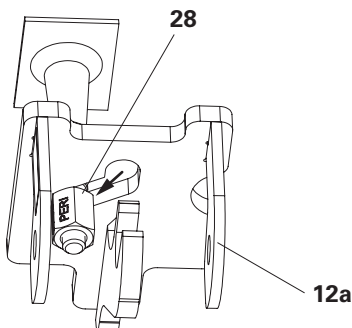

Fig. A5.12b
1. Infilare l'ancoraggio VGK B15 (**28**) attraverso la testa di sospensione VGK Flex (**12a**) sul lato del foro asolato e avvitare solo un poco. (Fig. A5.12b)